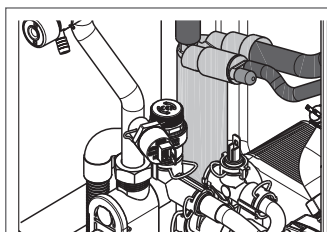

fig. 1
- Sfilare i 4 tubi in silicone come indicato in fig. 1.